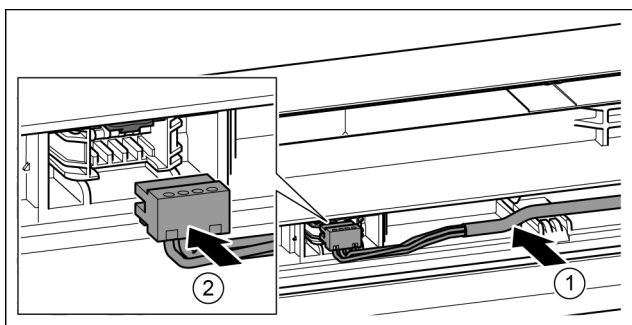

Fig. 38
- ▶ Introduceți cablul gri în ghidaj, în ușa superioară. *Fig. 38 (1)*
- ▶ Fixați fișa în poziție. *Fig. 38 (2)*